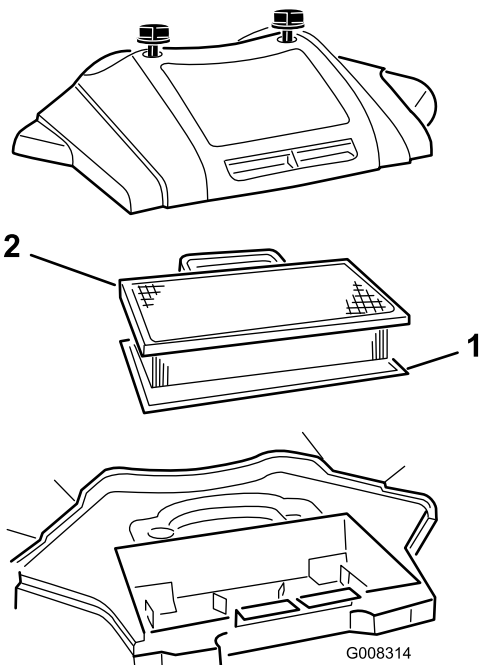

Figura 21
3. Togliete la cartuccia di carta e l'elemento in schiuma sintetica (Figura 21).
3. Montate il coperchio del filtro dell'aria e le manopole (Figura 21).